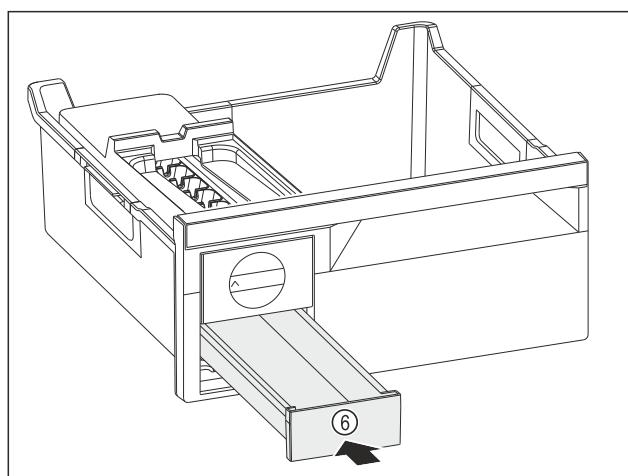

Fig. 83
- Zásuvku na kostky ledu Fig. 83 (6) zasuňte.